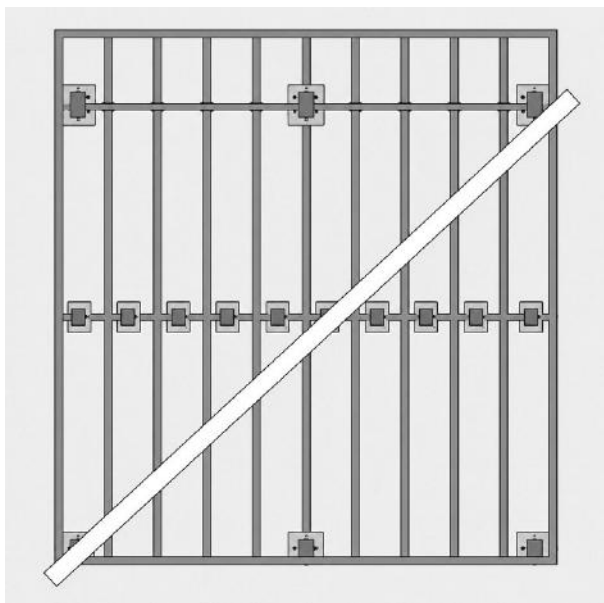

FIG. 11 – TABLA CENTRAL DISPUESTA A UN ÁNGULO DE 45°
- 01 Coloque primero la tabla central, asegurándose de que la tabla esté a un ángulo de 45° (fig. 11): instale 1 clip oculto cada vez que la tabla cruce un rastrel; utilice siempre clips ocultos para fijar los extremos de las tablas; utilice 1 clip por extremo de tabla en las juntas a tope (nunca comparta un clip entre 2 extremos de tabla); utilice una escuadra de inglete para asegurar un ángulo exacto de 45°.